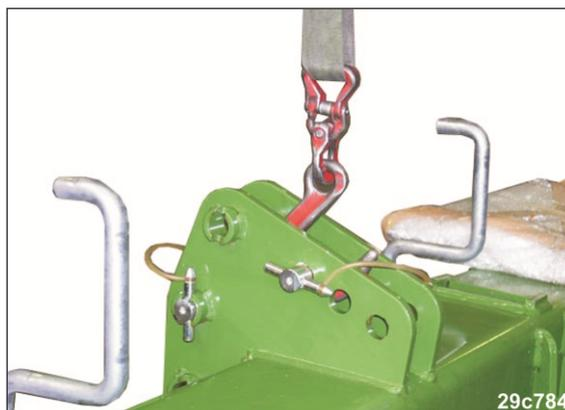

Рис. 3
1. Закрепите цепь на машине в обозначенных местах (см. Рис. 3).